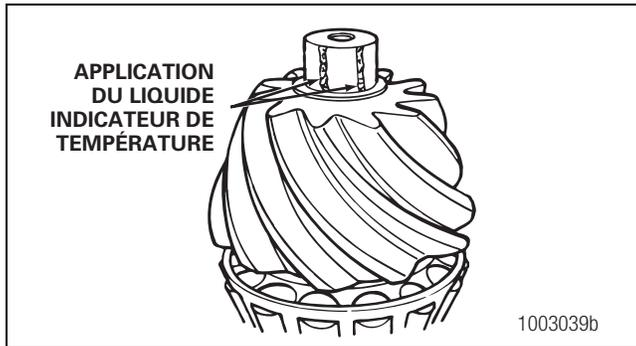

Figure 5.8
- Appliquer deux filets de liquide indicateur de température sur le nez du pignon, de haut en bas. Figure 5.8. Appliquer un filet vert pour indiquer une température de 400 °F (205 °C) et un filet bleu pour indiquer une température de 500 °F (260 °C).